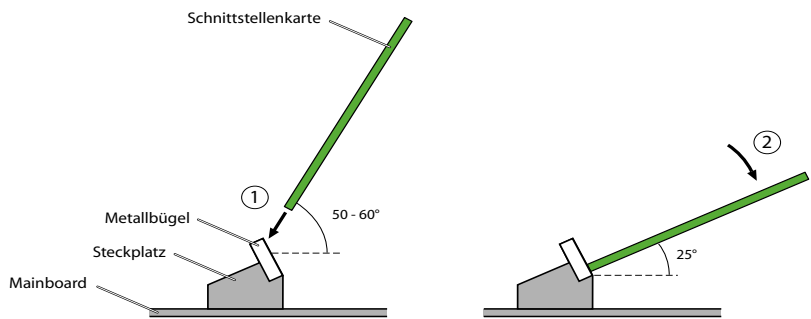

Fig. 23 Schnittstellenkarte bestücken
3. Platzieren Sie die Schnittstellenkarte leicht angewinkelt in den gewünschten Steckplatz (siehe Fig. 23). Die abgewinkelte Seite der Schnittstellenkarte muss dabei nach hinten zeigen (sie darf also nicht über die Verdrahtungsadapter-Steckplätze hinausragen).